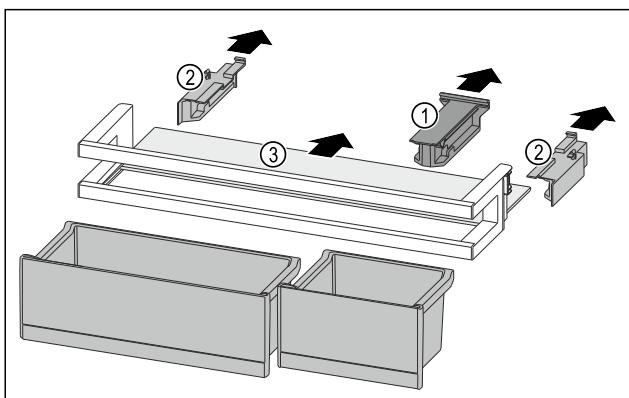

Fig. 97
- Snemite držalni del Fig. 97 (1).
- Snemite stranski del Fig. 97 (2).
- Odstranite polico za odlaganje Fig. 97 (3).